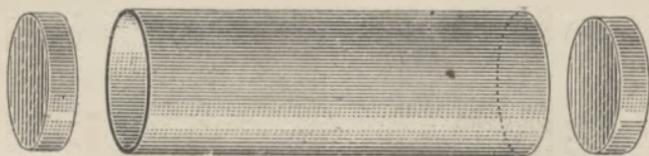

Fig. 25. — Tube en carton et rondelles.
Construction d'une bobine d'accord. — On se procurera un tube de carton fort de 10 centimètres de diamètre environ (1), sa longueur sera prise de 25 à 30 centimètres environ (fig. 25).